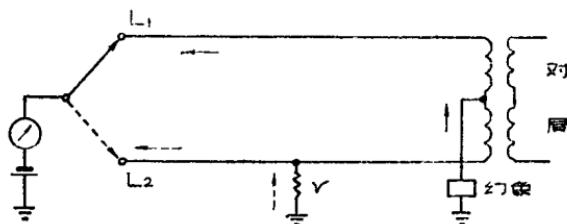

图 10. 有幻象的接地情形
3. 接地障碍 在有幻象电路的线路上，当用万用表一端接地，一端分别试 L_1 和 L_2 每根线的对地电阻时，若两个电阻数不一致，相差很多，就为发生了接地障碍，如图10所示。在没有接地障碍时，这两根线对地的电阻数应是接近值。